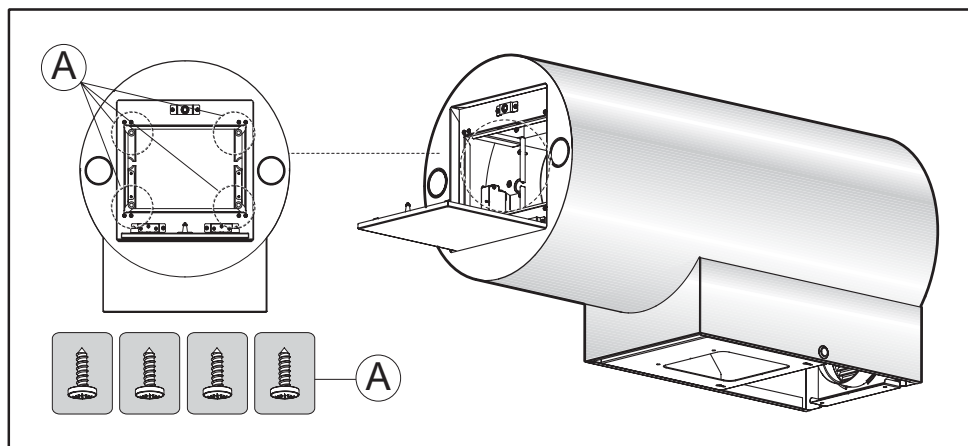

Fig.3
- Togliere le quattro viti **A** come indicato in fig. 3.